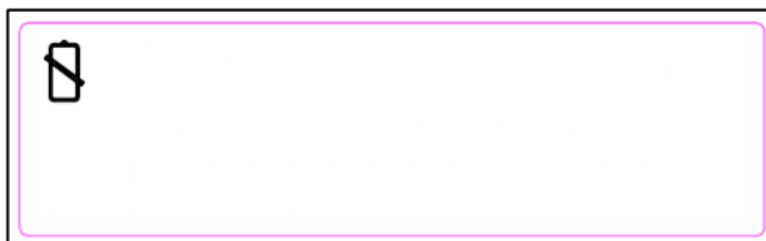

Рисунок 6 – Знак аварийного уровня батареи
**2.3.4** Счетчик оснащен емкой батареей автономного питания с низким уровнем саморазряда. В случае если в ходе снятия показаний или периодических осмотров счетчика на индикаторе появится значок аварийного уровня питающей батареи (рисунок 6), то следует немедленно обратиться в сервисную службу для производства профилактики и замены батареи.